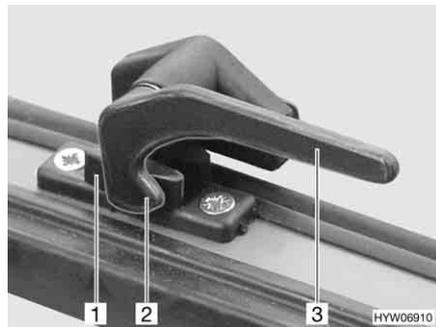

Bild 70 Verriegelungshebel in Stellung "geschlossen"
Öffnen: ■ Alle Verriegelungshebel (Bild 70,3) eine viertel Umdrehung zur Haubenummitte hin drehen.
■ Alle Verriegelungshebel (Bild 70,3) eine viertel Umdrehung zum Rahmen hin drehen. Die Verriegelungsnase (Bild 70,2) liegt auf der Innenseite der Hauberverriegelung (Bild 70,1).
- in Stellung "fest verschlossen" (Bild 70)